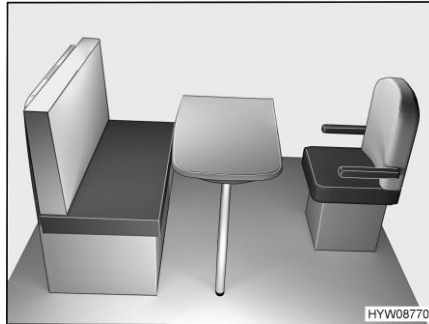

Fig. 70 Antes de la transformación
- Girar el asiento del conductor hacia la mesa (Fig. 70).